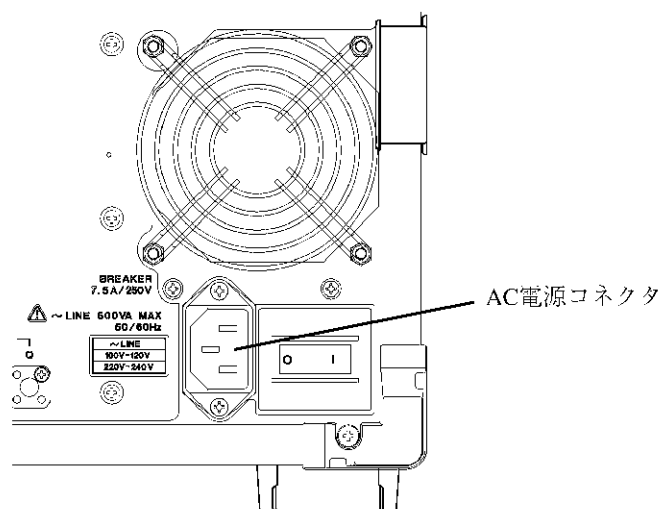

図 3-6 電源ケーブルの接続
2. 本器背面パネルのAC電源コネクタと、保護接地端子を備えた3極電源コンセントを付属の電源ケーブルで接続します（図3-6を参照）。